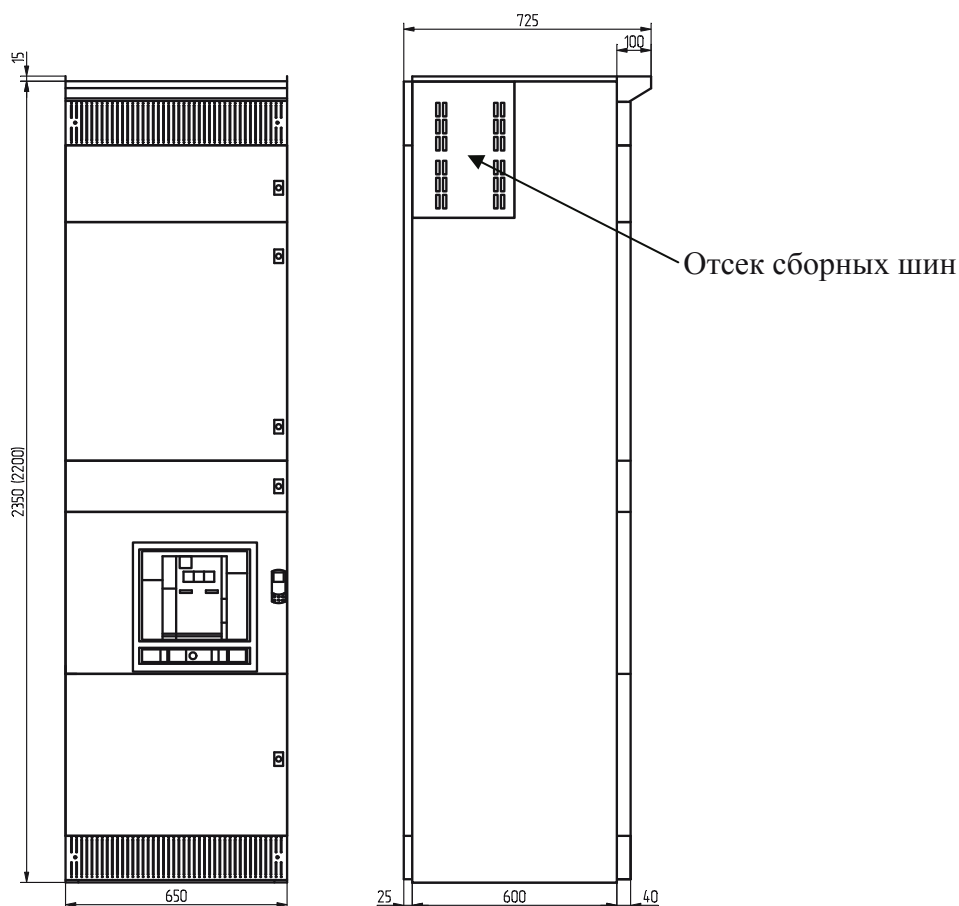

Рис. 6.7. Шкаф 1ШВ при подводе питания от панели стыковки
Конфигурацию шкафа и габаритные размеры – смотрите рисунок 6.7.
1) При подводе питания **кабелем снизу** отходящие линии отсутствуют. Конфигурацию шкафа и габаритные размеры – смотрите рисунок 6.7. Места крепления шкафа к полу – смотрите приложение А. Проемы для подвода кабелей – смотрите приложение Б.